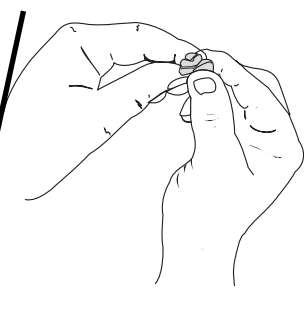

Fig. 30
5. Pressez le filtre pour répandre et drainer l'excédent d'huile (Fig. 30).